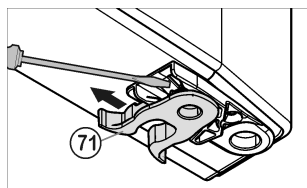

Fig. 9
- ▶ Permuter la pince élastique Fig. 9 (71) : appuyer sur l'ergot puis retirer la pince élastique.